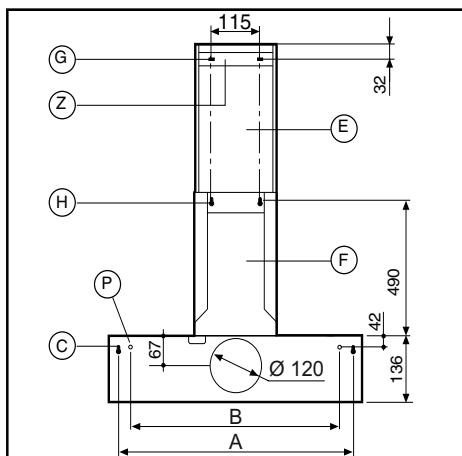

Fig.3
• MONTAGE DE LA HOTTE A LA PAROI - (Fig.3)
montages, utiliser les vis et vis tamponnées appropriées au type de mur (ex. Ciment, contreplaqué, etc.). Accrocher la hotte à la paroi en utilisant les 2 trous "C" (Fig.3). Fixer définitivement la hotte à la paroi en utilisant les 2 trous de sécurité inférieurs "P".
• MONTAGE DES TUYAUX DE RACCORDEMENT (Optional) - (Fig.3)
Forer 4 trous (G-H) en respectant les cotes indiquées. Pour les différents montages utiliser les vis et vis tamponnées appropriées au type de mur (ex. ciment, contreplaqué etc.). Bloquer la bride "Z" à la paroi (Fig.3-6). Placer les deux raccords accouplés verticalement sur la hotte. Fixer le raccord "F" en utilisant les 2 trous "H" (Fig.3). Faire glisser vers le haut le raccord "E", le bloquer latéralement à la bride "Z" avec les vis appropriées (Fig.6).
• MONTAJE DE LA CAMPANA A LA PARED - (Fig.3)
sobre la base de las dimensiones del modelo comprado. Para los diferentes montajes, utilizar los tornillos y tornillos tamponados apropiados para el tipo de pared (ej. Cemento, contraplacado, etc.). Enganchar la campana a la pared utilizando los 2 agujeros "C" (Fig.3). Fijar definitivamente la campana a la pared utilizando los 2 agujeros de seguridad inferiores "P".
• MONTAJE DE LOS TUBOS DE CONEXIÓN (Opcional) - (Fig.3)
Perforar 4 agujeros (G-H) respetando las cotas indicadas. Para los diferentes montajes utilizar los tornillos y tornillos tamponados apropiados al tipo de pared (ej. cemento, contraplacado, etc.). Bloquear la brida "Z" a la pared (Fig.3-6). Colocar los dos racores acoplados verticalmente en la campana. Fijar el racor "F" utilizando los 2 agujeros "H" (Fig. 3). Deslizar hacia arriba el racor "E", bloquearlo lateralmente a la brida "Z" con los tornillos apropiados (Fig.6).